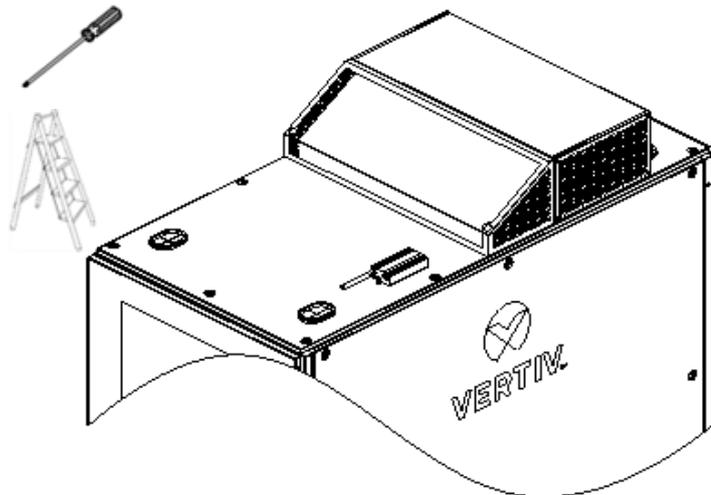

图2-24 在机柜顶部安装短信猫
- 3) 按照图 2-24 所示将短信猫通过自带转接件安装于机柜顶部；